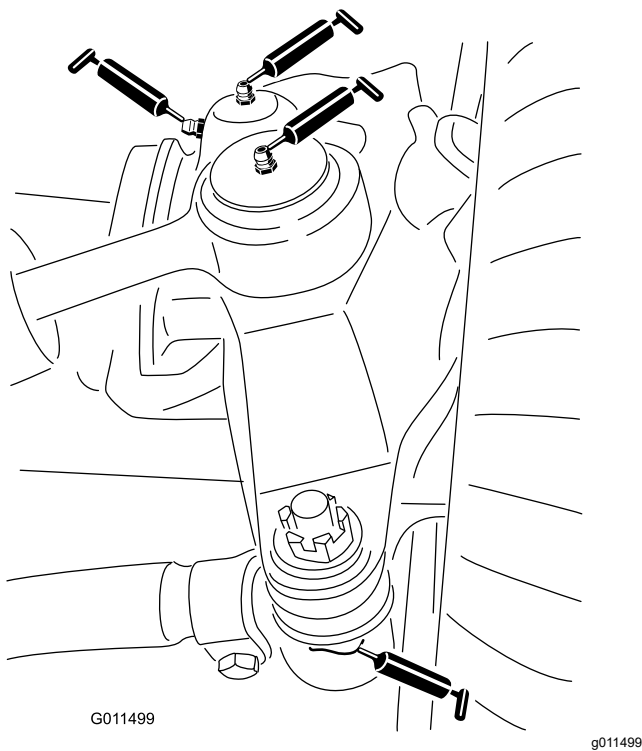

Bild 40
- Zwei Lenkzylinder-Kugelgelenke (**Bild 40**)
- Zwei Spurstangen-Kugelgelenke (**Bild 40**)
- 2 Achsschenkelbüchsen (**Bild 40**).